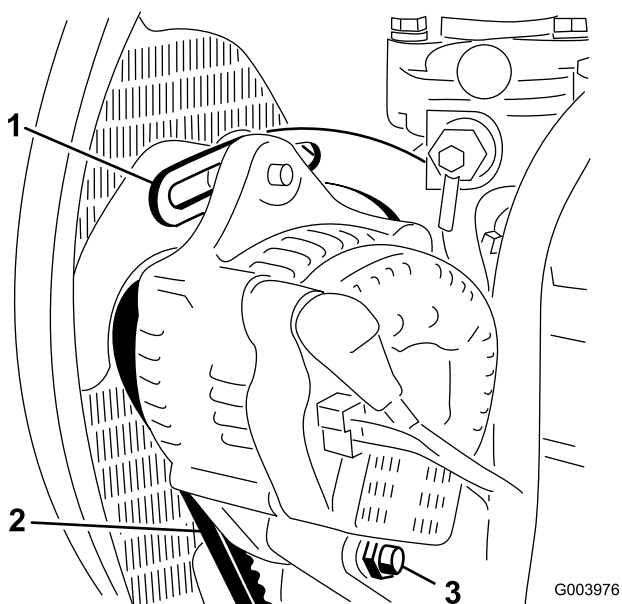

Bild 49
2. Prüfen Sie die Spannung des Keilriemens, indem Sie eine Kraft von 10 kg auf halber Entfernung zwischen der Lichtmaschine und den Kurbelwellenriemenscheiben ansetzen (Bild 49).
3. Lockern Sie die Schraube, mit der die Strebe am Motor befestigt ist (Bild 49) sowie die Schraube, mit der die Lichtmaschine an der Strebe und der Dornschaube befestigt ist.